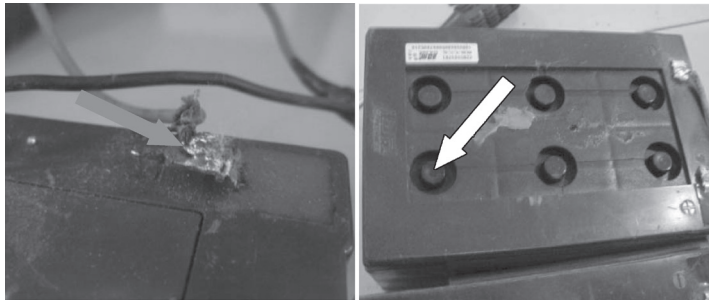

图 4-36 检查蓄电池内壁与极柱
1) 首先从车上拆下蓄电池盒并拆开，观察蓄电池内壁、极柱和安全阀等部位是否渗酸漏液，未发现异常，如图 4-36 所示。